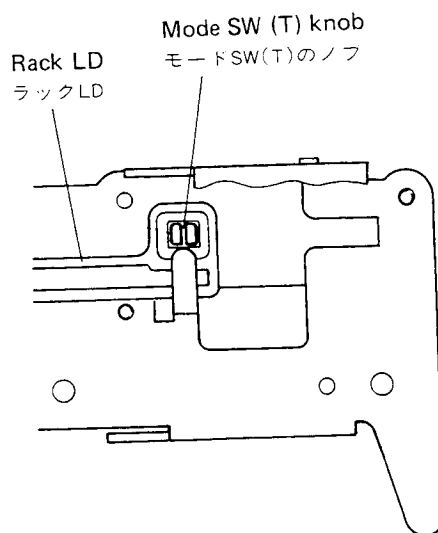

Fig. 2-15
Note: When installing mode SW (T), align the hole in the rack LD with the knob on mode SW (T) (Fig. 2-15).
注. モードSW(T) の組立時、ラックLDの穴とモードSW(T) のノブの位置を合わせる。(図2-15)